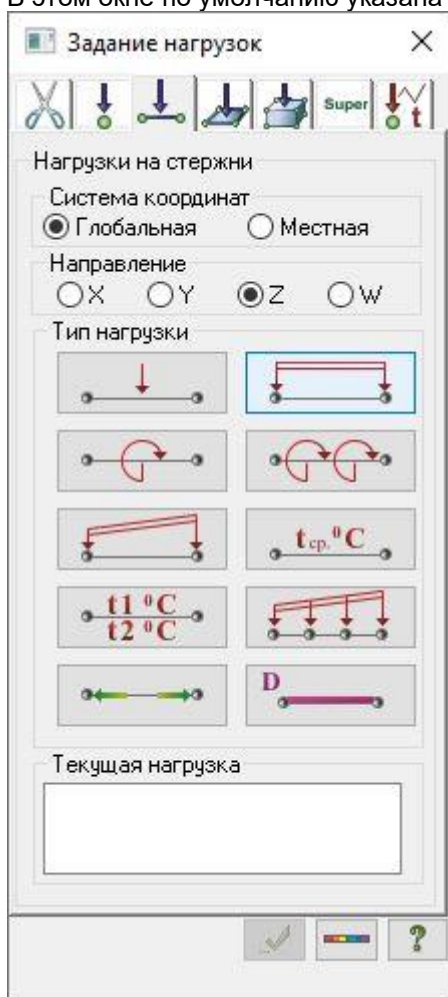

Рис.1.13. Диалоговое окно **Задание нагрузок**
Нагрузки на узлы и элементы задаются с помощью диалогового окна **Задание нагрузок** (рис. 1.13), которое вызывается после выбора одной из команд раскрывающегося списка **Нагрузки на узлы и элементы** (панель **Нагрузки** на вкладке **Создание и редактирование**).
- Вызовите диалоговое окно **Задание нагрузок** на закладке **Нагрузки на стержни** (рис.1.13) выбрав команду  – **Нагрузка на стержни** в раскрывающемся списке **Нагрузки на узлы и элементы** (панель **Нагрузки** на вкладке **Создание и редактирование**).